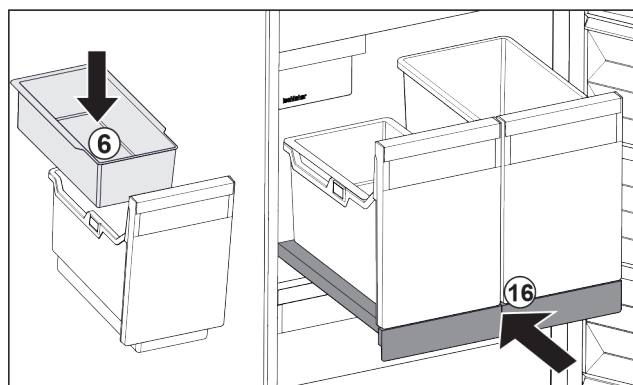

Fig. 145
- Umetnite ovjesnu posudu Fig. 145 (6) za kockice leda.
- Gurnite izvlačnu ploču sa spremnikom (IceTower). Fig. 145 (16)